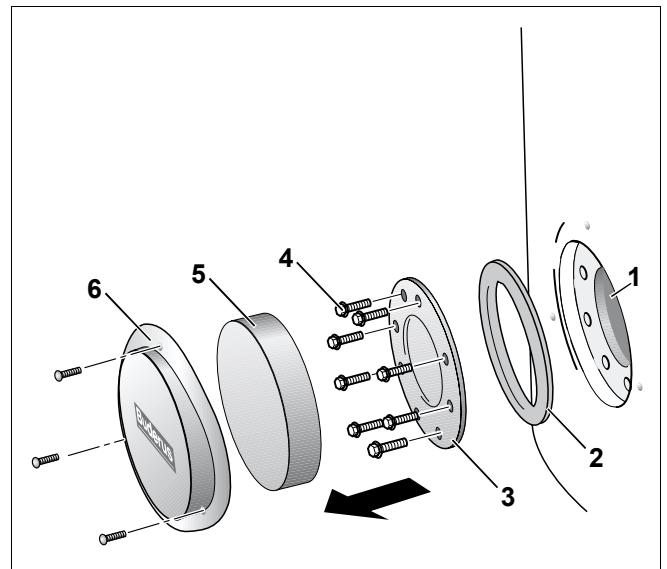

Fig. 10 Demontarea gurii de vizitare
- Se deșurubează șuruburile de pe masca capacului gurii de vizitare (Fig. 10, **Poz. 6**).
- Se îndepărtează masca capacului gurii de vizitare și căptușeala termoizolantă (Fig. 10, **Poz. 5**).
- Se deșurubează șuruburile cu cap hexagonal (Fig. 10, **Poz. 4**), se scoate capacul gurii de vizitare (Fig. 10, **Poz. 3**) și garnitura de etanșare (Fig. 10, **Poz. 2**).